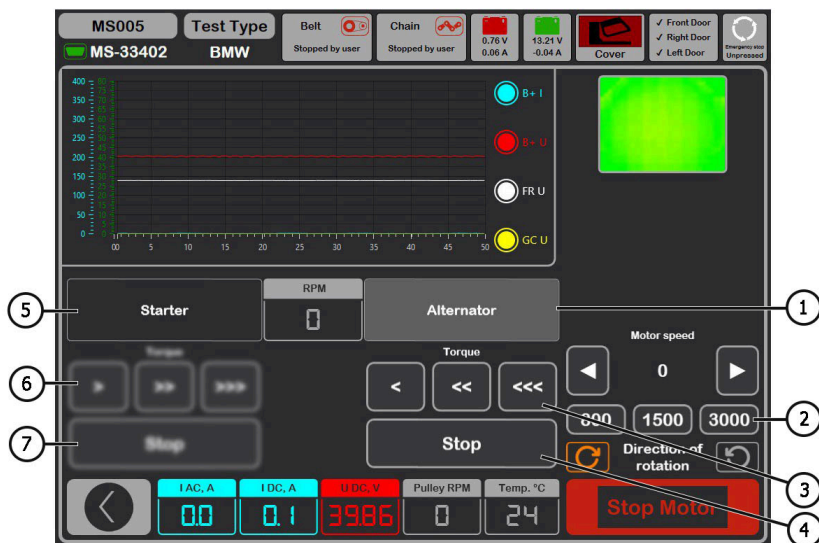

Рисунок 29. Меню режима проверки генератора 48B.
7.1. В окне диагностики генератора (рис. 29) выберете режим **«Alternator»** (см. поз. 1).